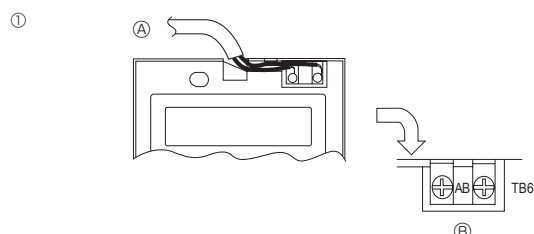

Fig. 5-7
2) Méthodes de connexion (Fig. 5-7)
① Connecter le cordon de la télécommande au bornier.